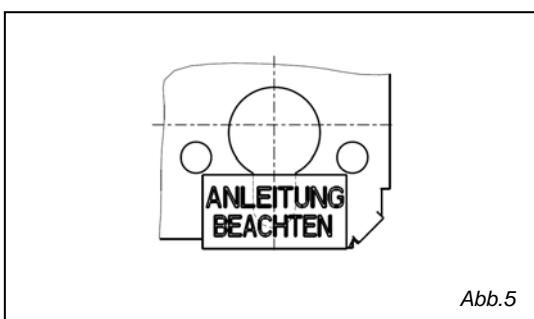

Abb.5
- Sonderheit: Ausführung mit Schweizer Rundzylinder (Abb.5 und 6).